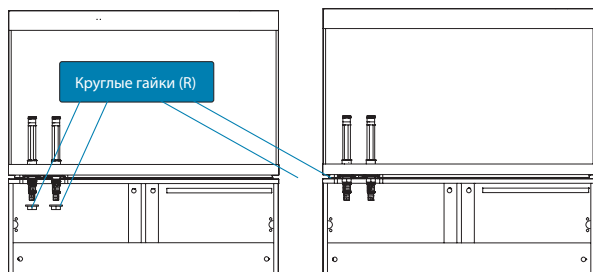

Рис. 3
3. Откройте шкаф. Завинтите и затяните круглую гайку (R) на нижнем конце стержня (A) (рис. 3).
4. Вставьте выпускной патрубков (N) в один конец выпускного стержня (B).
3. Откройте шкаф. Завинтите и затяните круглую гайку (R) на нижнем конце второго стержня (A) (рис. 3).